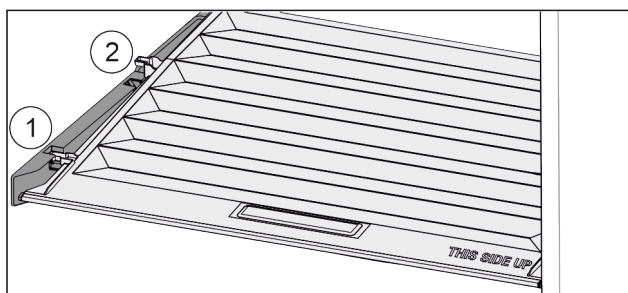

Fig. 152
- ▶ Потянуть крышку до отверстия в поддерживающих деталях вперед Fig. 152 (1).
- ▶ Поднять сзади снизу и извлечь Fig. 152 (2) движением вверх.